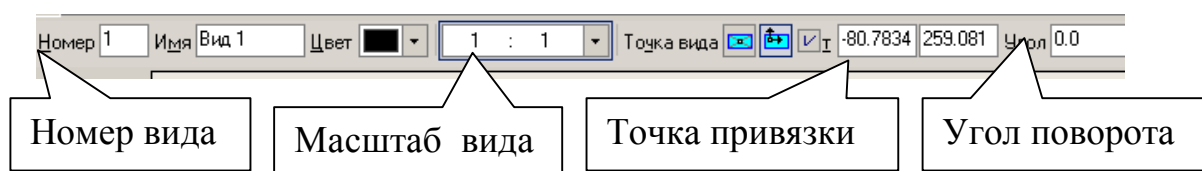

Рис. 49
2. Нажмите кнопку **Ассоциативные виды** , затем - **Создать новый вид** . На вопрос системы *Укажите точку привязки вида* переместите курсор примерно в центр формата и зафиксируйте положение нажатием левой кнопки мыши. По умолчанию в строке параметров был указан масштаб 1:1, рис. 49. Выберите масштаб М1:2.